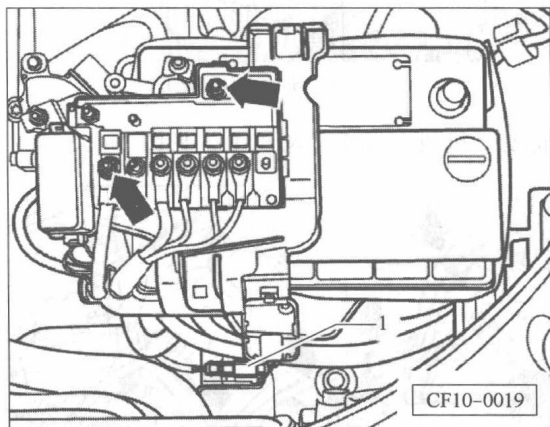
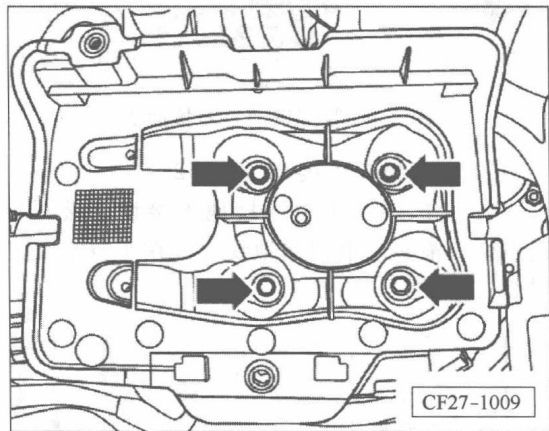

图 2-1 旋出螺母
图 2-2 拆下蓄电池支架
- ① 关闭点火开关后断开蓄电池接线。
- ② 拆下发动机罩。
- ③ 排放冷却液。
- ④ 拆下空气滤清器。
- ⑤ 旋出螺母(箭头),断开插头 1,见图 2-1。
- ⑥ 拆下蓄电池。
- ⑦ 拧出螺栓(箭头)并取下蓄电池支架,见图 2-2。